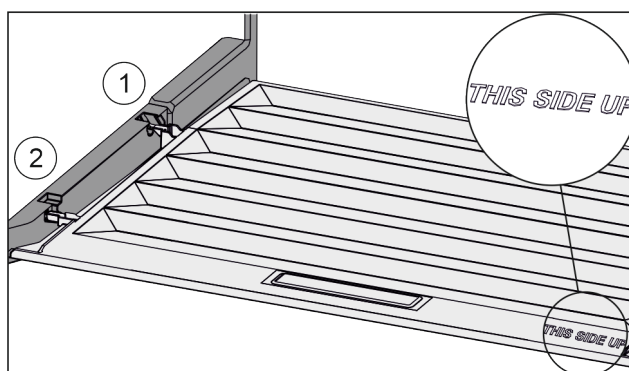

Fig. 94
- Dekselranden via de opening van de achterste houder Fig. 94 (1) aanbrengen en van voren in de houder Fig. 94 (2) klikken.